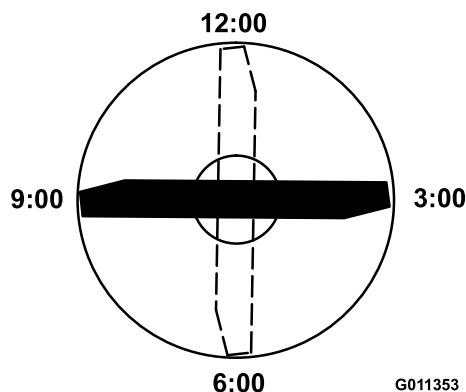

Figura 72
4. Coloque el filo de corte del extremo marcado de la cuchilla en la posición de las 12 (hacia adelante, en el sentido de la siega) (Figura 72) y mida la altura desde la mesa hasta el filo de corte de la cuchilla.
5. Gire el extremo marcado de la cuchilla a las posiciones de las 3 y de las 9 (Figura 72) y mida las alturas.